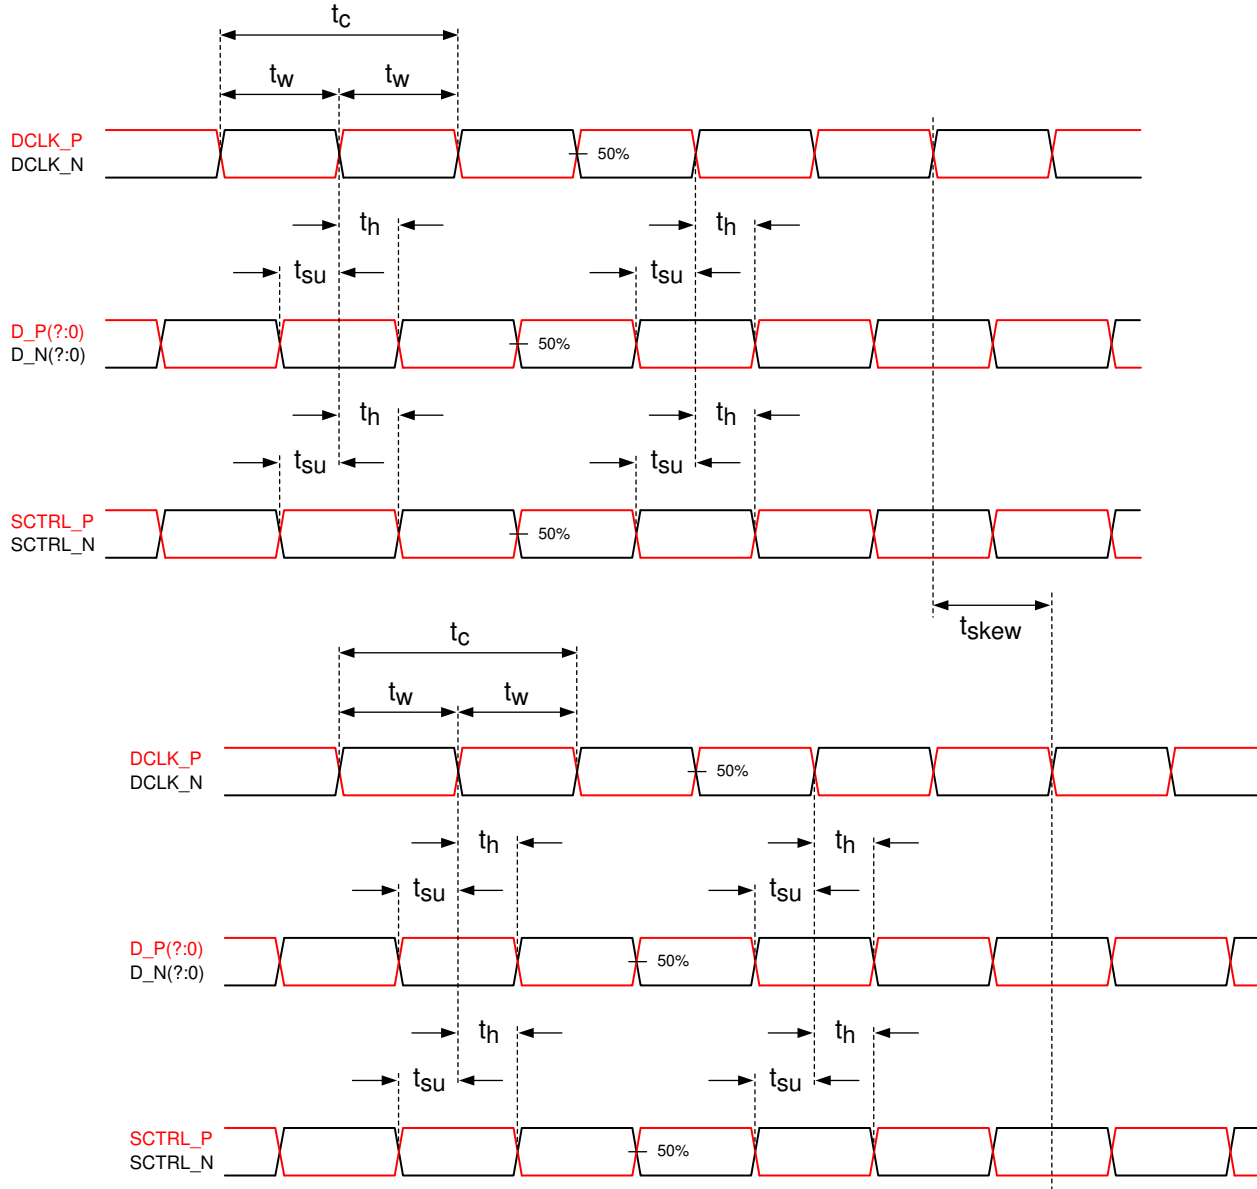

図 5-6. Timing Requirements
- See LVDS Timing Requirements in セクション 5.8 and 図 5-6.